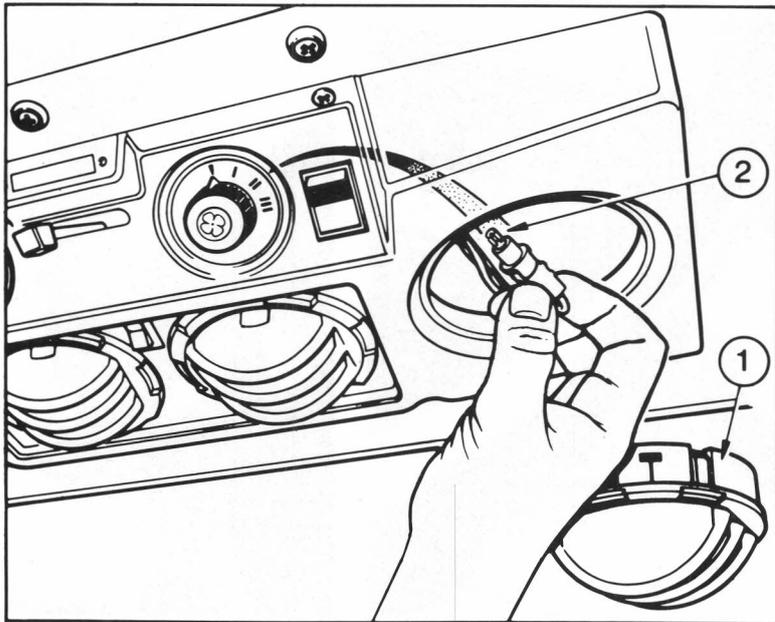

Fig. 47
- 2 – (Fig. 47). Retirer les premier et second déflecteurs droits (1).
- 3 – (Fig. 47). Le support d'ampoule témoin de ventilateur et de chauffage se trouve à l'arrière de l'interrupteur et n'est accessible que par les orifices d'aération ouverts.
- 2 – (Fig. 47). Sortir les deux premiers déflecteurs côté droit (1).